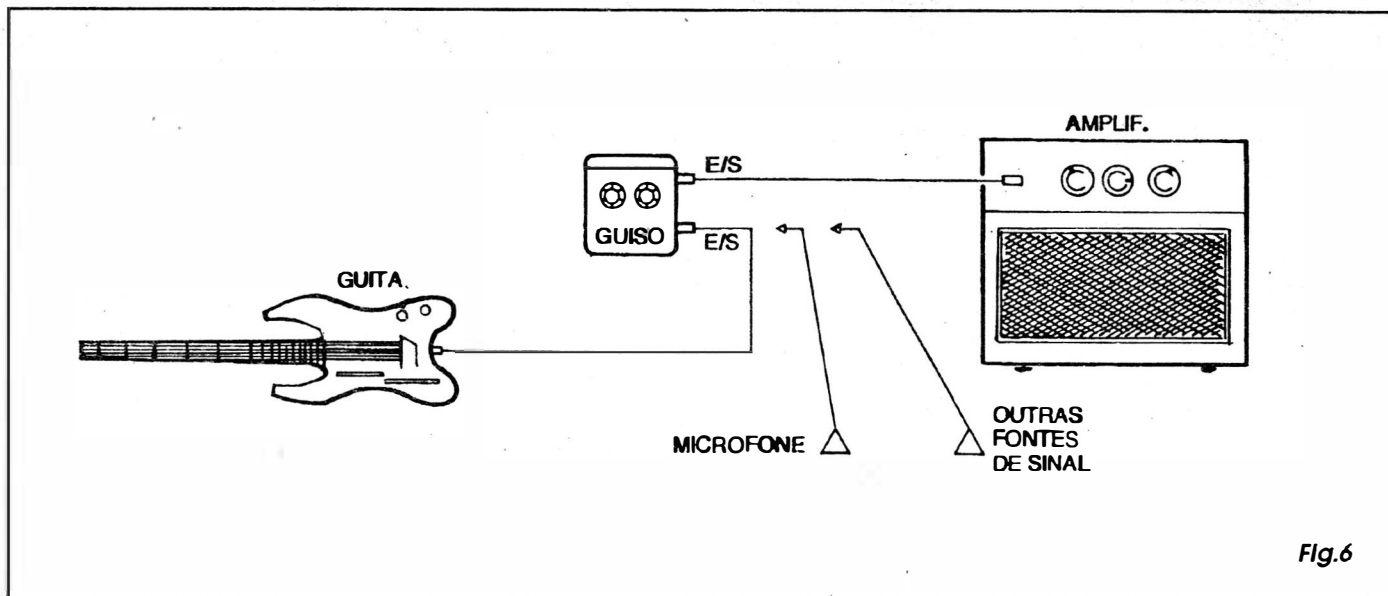

Fig.6
- FIG. 6 - USANDO O GUIISO... - O tema já foi direta e indiretamente abordado várias vezes, mas vamos detalhá-lo: o GUIISO deve ser simplesmente intercalado entre o instrumento e o amplificador, usando-se cabagem blindada dotada dos convenientes jaques grandes (tipo "de guitarra" ...), nos conformes do diagrama... Daí pra frente, tudo se resume no gosto pessoal do músico, que deve ajustar os controles de volume e tonalidade da guitarra, do amplificador e os dois potenciômetros do GUIISO de forma a - experimentalmente - chegar ao desejado som e efeito... Se o uso básico for mesmo com uma guitarra elétrica comum, estando o GUIISO desligado (o potenciômetro de PROFUN-